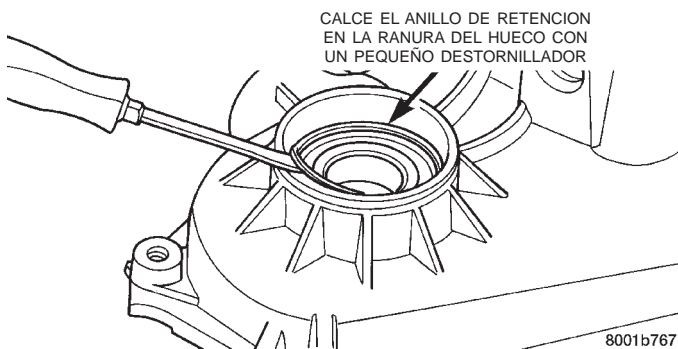

Fig. 44 Instalación del anillo de retención del cojinete delantero del eje transmisor
(5) Instale el anillo de retención del cojinete delantero del eje transmisor (Fig. 44). Introduzca el anillo con los dedos en su lugar. Después utilice un pequeño destornillador para calzar el anillo en la acanaladura de la caja. Antes de continuar, asegúrese de que el anillo quedó bien asentado.
(6) Instale una junta nueva de eje transmisor delantero en la caja delantera con el instalador 8143 de la siguiente manera: